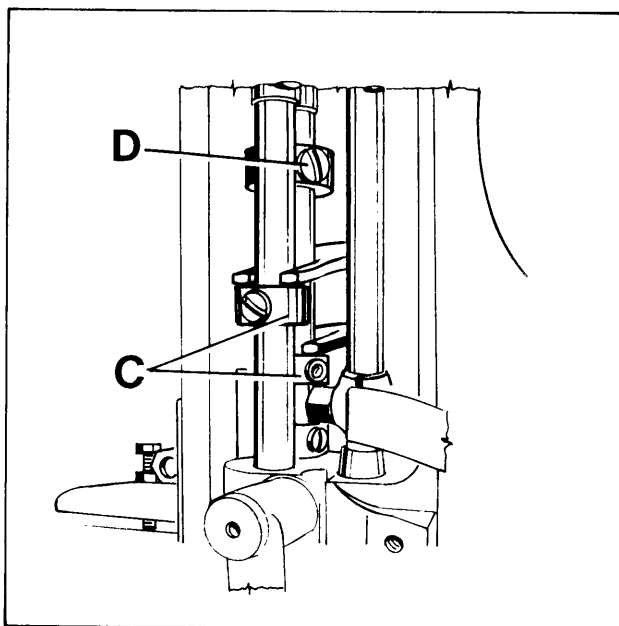

Fig. 23
By relocating the collars (C, Fig. 23) which serve as a leaf spring rest, on the left and right presser bar, the pressure can be changed. Raising the collars increases the pressure, lowering the collars decreases it.
Regulando los anillos (C, Fig. 23) en la barra derecha e izquierda del pie prensatela, que sirven como soporte para los muelles, se puede variar la presión. Subiendo los anillos aumenta la presión, bajándolos disminuye la presión.
The presser foot lift is limited with the upper stop collar (D, Fig. 23) on the right presser bar. When the needle is in its lowest position and the presser foot is lifted with the presser foot lifter lever, the needle holder should not contact the presser foot. Besides this, the lifted presser foot should not contact the right upper spreader or upper looper moving upwards. Set the stop collar (D) accordingly.
La elevación del pie prensatelas se limita con el anillo de ajuste (D, Fig. 23) en la parte superior de la barra derecha del pie prensa tela. Cuando la aguja está en su posición más baja y el pie prensa tela levantado, el porta aguja no debe tocar el pie prensa tela. Además, cuando el pie prensatelas está levantado no debería contactar el looper y el spreader superiores en su movimiento hacia arriba. Asegure el anillo de ajuste (D) adecuadamente.